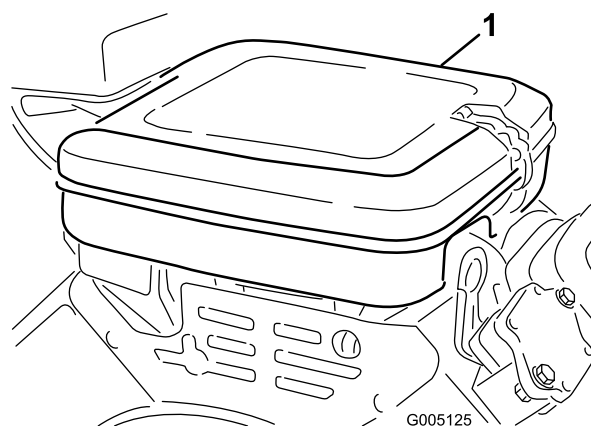

Figura 43
1. Abra los enganches y retire la tapa del limpiador de aire (Figura 43). Limpie a fondo la cubierta.